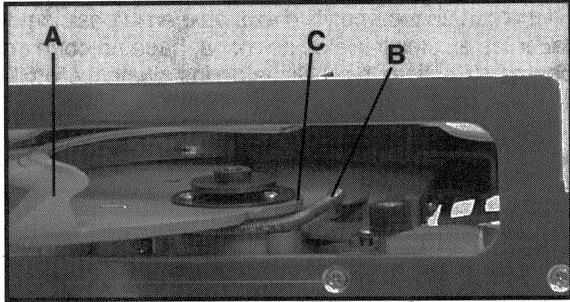

Fig. 5
**ADVERTENCIA:** El protector telescópico (A) Fig. 5, es un dispositivo de seguridad muy importante para su protección. Cada vez que use la sierra, verifique que el protector telescópico gire libremente y que regrese rápidamente y completamente a su posición cerrada. Frecuentemente verifique que el resorte de retracción (B) Fig. 5, esté libre de cualquier material ajeno y que funcione bien. Por lo menos una vez al mes, o si el protector no funciona correctamente, limpie el área alrededor del cubo (eje) (C) del protector telescópico de todo el aserrín, la resina y etc. que se haya acumulado. Añada unas gotas de aceite para maquinaria en los extremos del cubo. NUNCA estorbe ni encaje cuñas (pedazos de madera) en el protector telescópico para mantenerlo en la posición abierta.